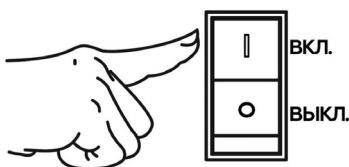

Рис. 12. Выключатель зажигания
- Выключатель зажигания переведите в положение «ВКЛ.» (Включено) (Рис. 12).
При возникновении аварийной ситуации, для экстренной остановки двигателя генератора переведите выключатель зажигания в положение «ВЫКЛ.» (ВЫКЛЮЧЕНО) (Рис. 12).
- Переведите выключатель зажигания в положение «ВЫКЛ.» (ВЫКЛЮЧЕНО) (Рис. 12).